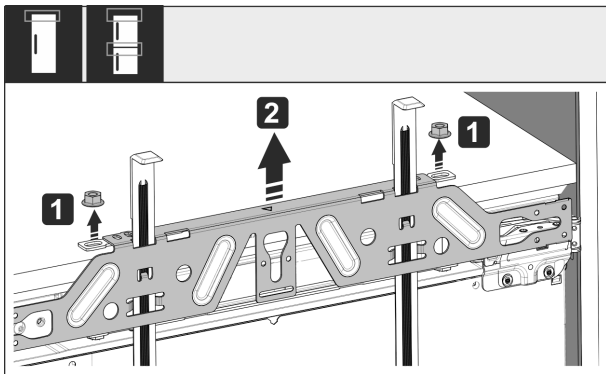

Fig. 53
- Loosen locknuts Fig. 53 (1).
- Remove crosspiece Fig. 53 (2).